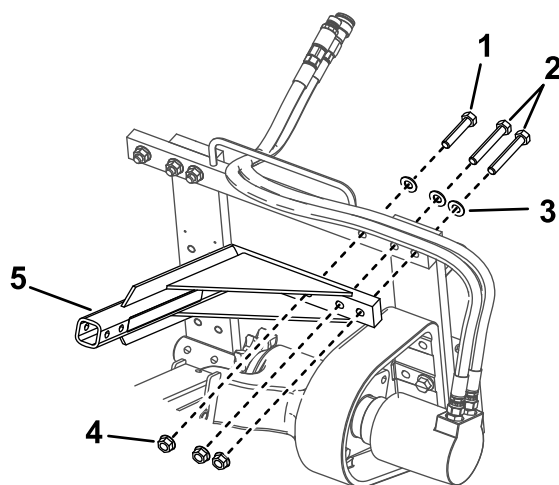

Figura 4
1. Retire los pernos, las arandelas y las tuercas de la esquina superior izquierda del bastidor de la zanjadora (Figura 4).
2. Usando los cierres retirados anteriormente, instale la barra de seguridad de la zanjadora tal y como se muestra en (Figura 4).